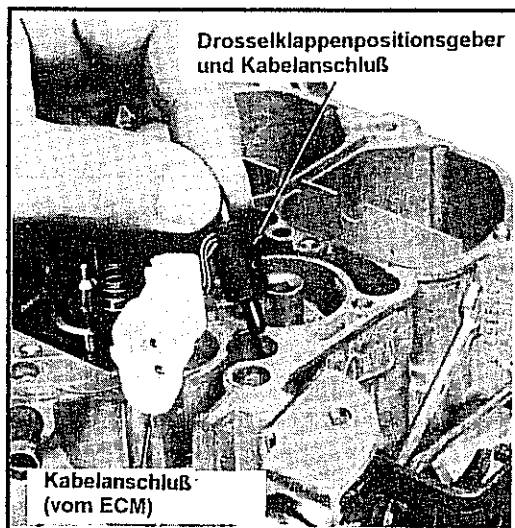

Abb. 2-88 Entfernen des Drosselklappenpositionsgebers, alle Quadrajet-Vergaser
- Von unten an dem Kabelstecker des DKA drücken und diesen so aus dem Gehäuse entfernen. Die Druckfeder entfernen. Siehe Abb. 2-88.